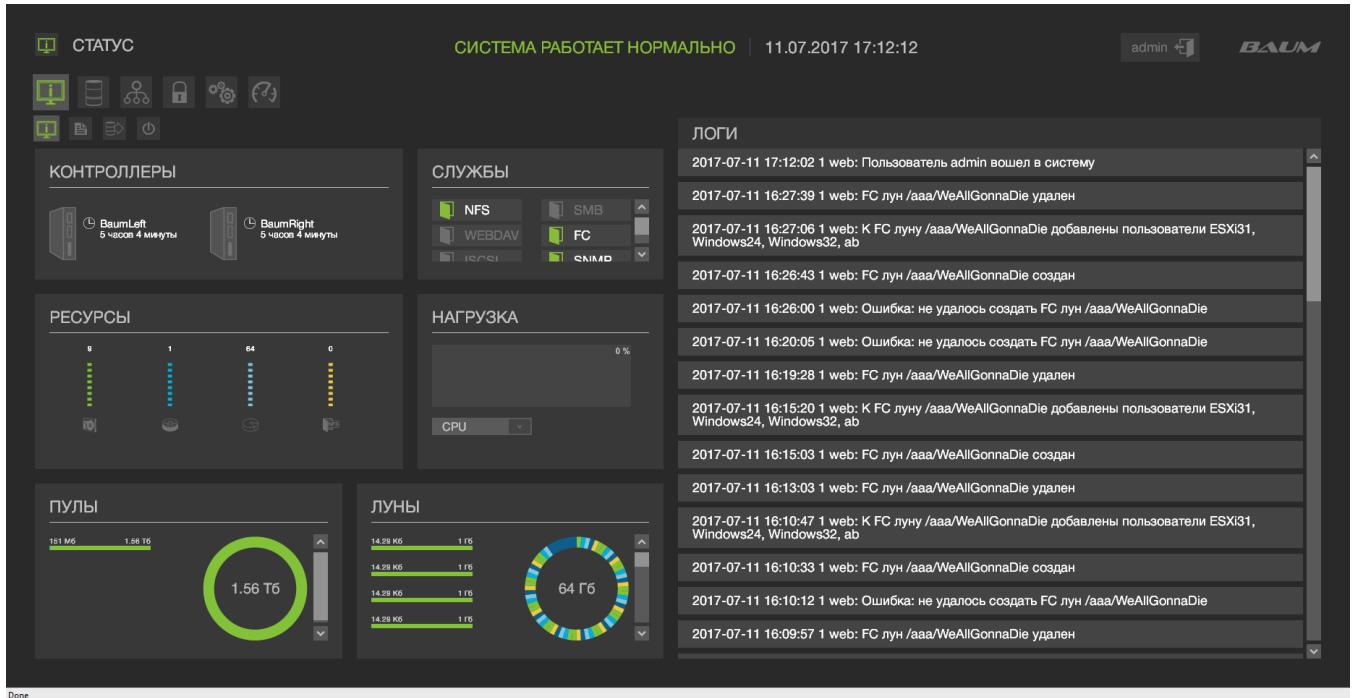

Рисунок 42 – Системные записи
- 1) Перейти на вкладку «Система» → «Статус» (см. Рисунок 42).